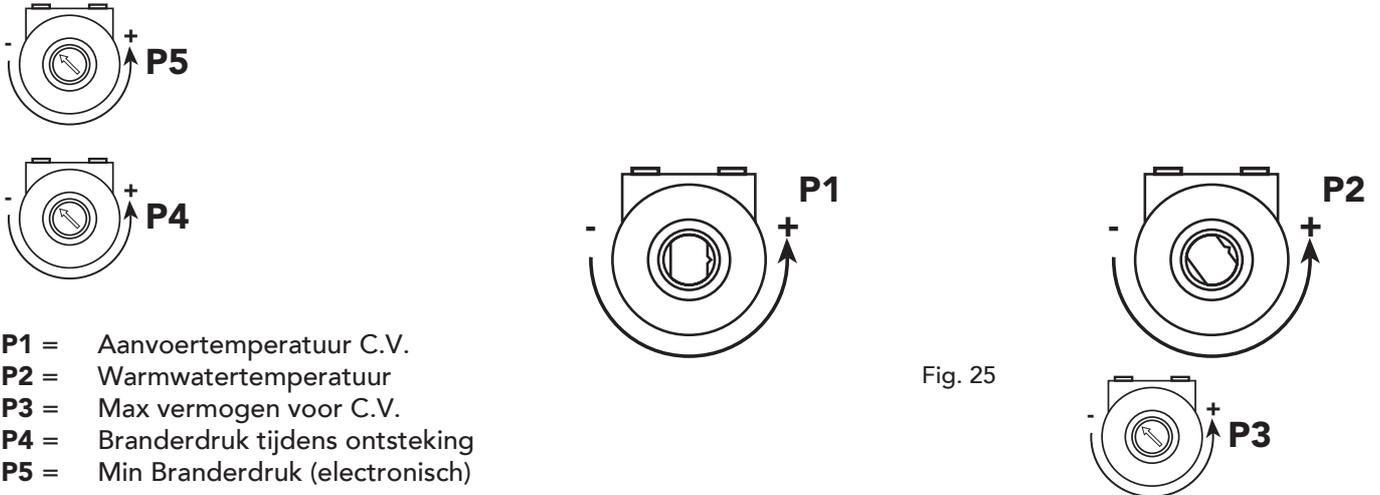

Fig. 25
6.3 Aanpassingsfuncties op het elektronisch bord (fig. 25)